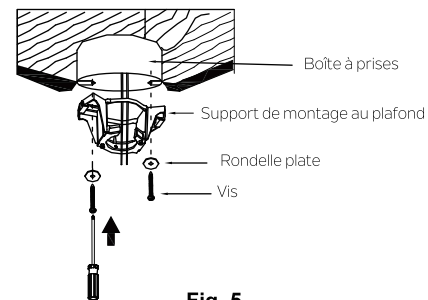

Fig. 5
Étape 1. Avant de fixer le ventilateur à la boîte à prises (non fournie), assurez-vous que la boîte à prise est correctement installée sur deux points (minimum) d'une partie structurelle du plafond (une boîte desserrée risque d'entraîner des oscillations du ventilateur). Faites passer les fils 120 V d'alimentation de la boîte à prises du plafond par le centre du support de montage au plafond. Installez le support de montage sur la boîte à prises au plafond à l'aide des vis et des rondelles. (Fig. 5)